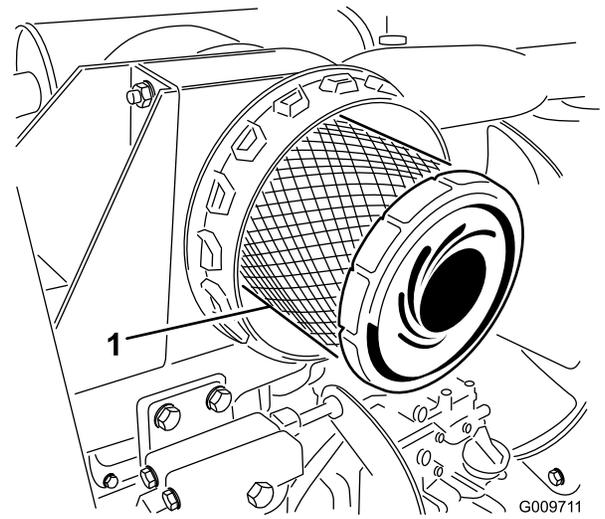

Figura 31
3. Togliete il filtro primario e sostituitelo (Figura 31).